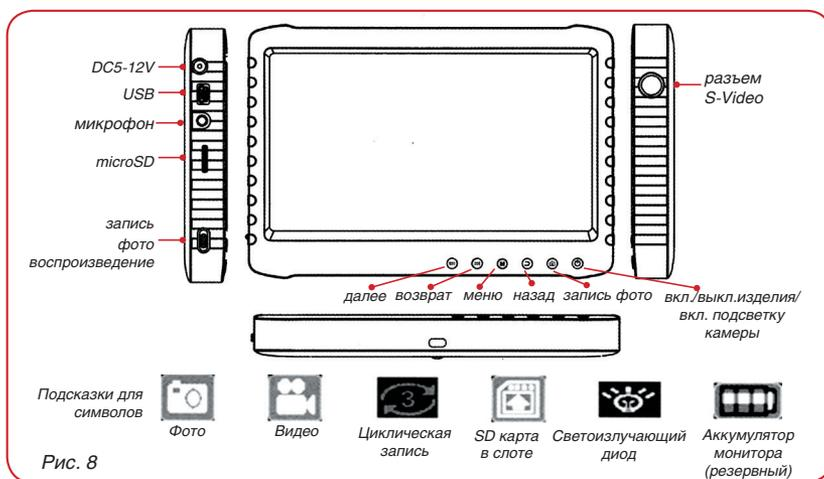

Рис. 8
2.4.1 Нажмите кнопку включения питания изделия, расположенную на мониторе (рис.8), при этом индикатор заряда АКБ на рукоятке должен гореть зеленым цветом.
2.5.1 Монитор (рис. 8) имеет собственный встроенный литиевый аккумулятор. При использовании изделия, сначала используется питание с АКБ изделия, а потом питание с АКБ монитора.
Включите изделие («вкл./выкл. изделия» на мониторе, рис. 8). На мониторе должно появиться изображение, транслируемое с видеокамеры, а светодиод уровня заряда АКБ (8, рис.1) на рукоятке должен гореть зеленым светом.